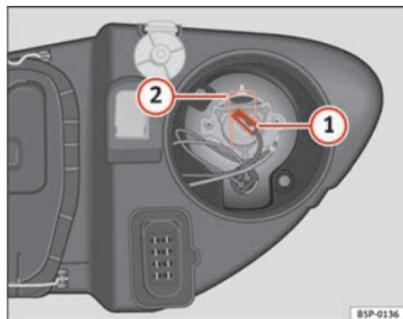

Fig. 182 Abbaglianti
- Estrarre il connettore ⇒ fig. 182 ① della lampada.
- Premere la molla ⇒ fig. 182 ② verso l'interno e verso destra.